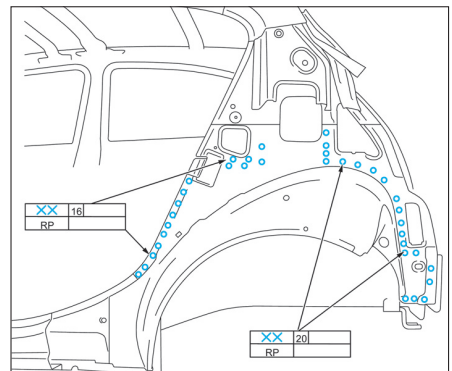
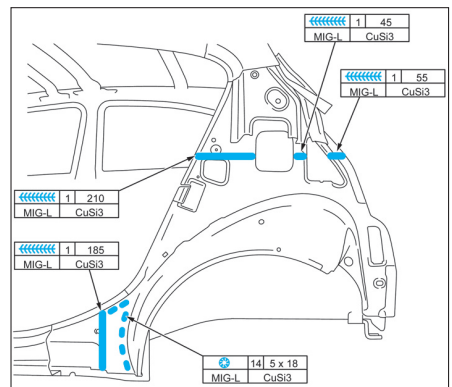

FIG. 126
FIG. 127
- Souder la doublure d'aile arrière (Fig.126) et (Fig.127).